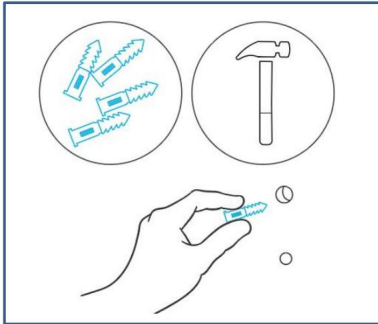

Fig.5.
- 2 : 1. Si vous effectuez le montage sur un support autre que du bois ou un goujon, insérez les quatre chevilles murales fournies dans les trous de montage percés. Vous devrez peut-être utiliser un marteau pour les fixer à travers les trous. Voir la (Fig. 5.)